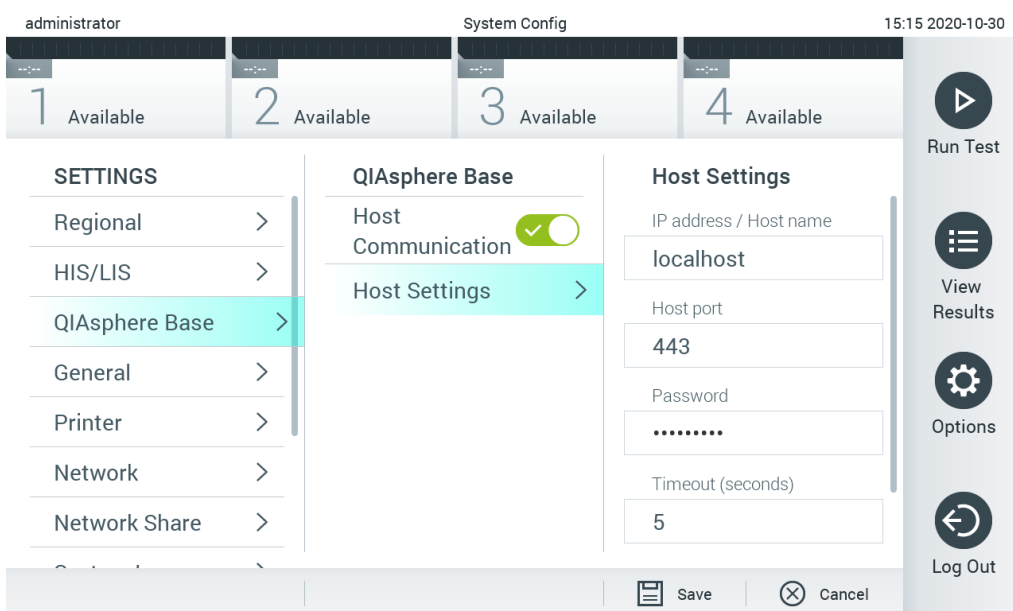

Figure 73. Configuration de la connexion de QIASphere Base.
2. Sélectionnez QIASphere Base dans la liste des paramètres de la colonne de gauche (figure 73).